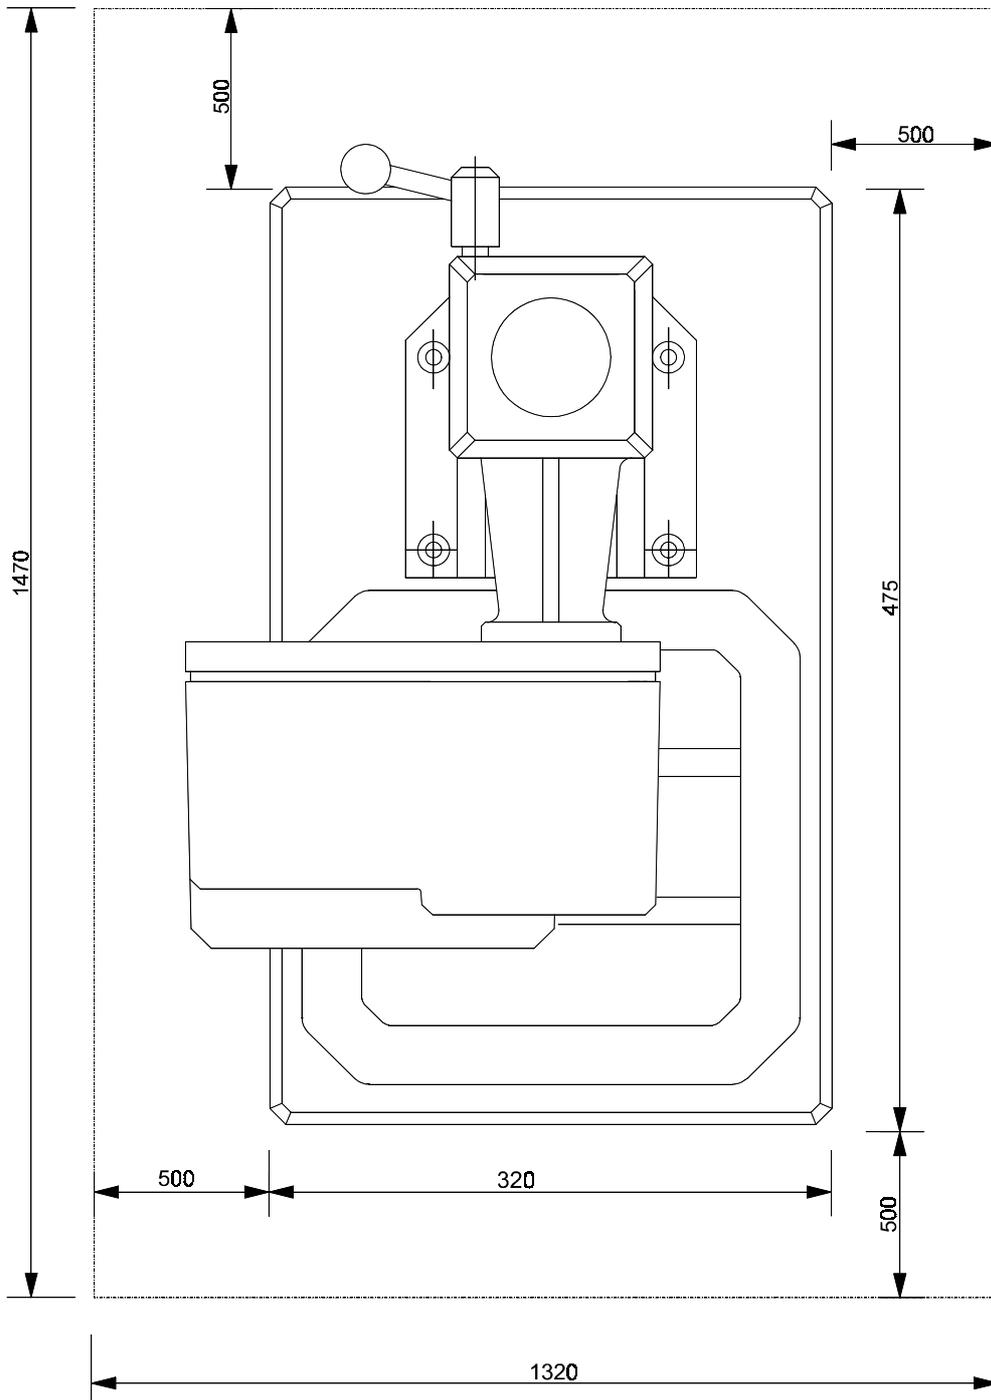
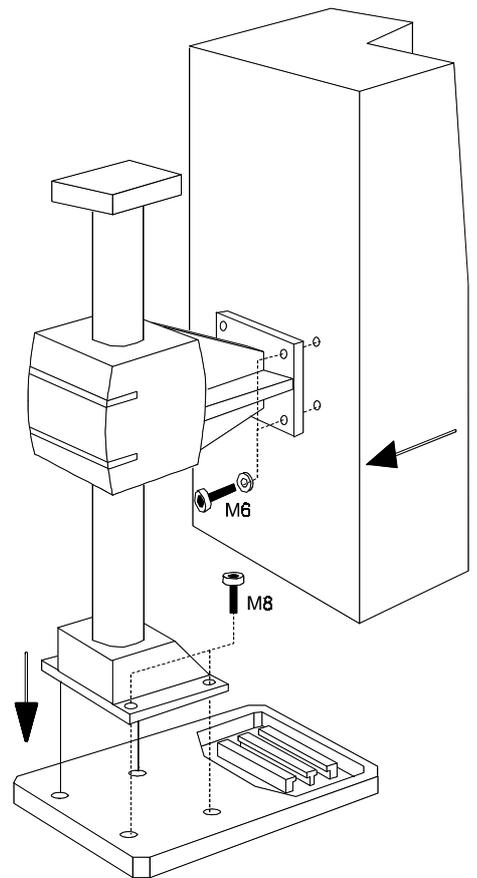

Bild 3-1 Aufstellplan, Flächenbedarf der Maschine (Maße in mm)
Bild 3-2 Einheiten montieren
1. Gesamtflächenbedarf: (Bild 3-1)
2. Grundplatte (Bild 3-2) am vorbereiteten Ort so aufstellen, daß die im Bild 3-1 angegebenen Maße eingehalten werden.
3. Säule mit vier Innensechskantschrauben M8 (Bild 3-2) an der Grundplatte festschrauben.
4. Gerätekopf (Bild 3-2) am Halter der Höhenverstellung mit vier Innensechskantschrauben M6 und Unterlegscheiben (Bild 3-2) festschrauben.
5. Verbindungskabel des Startknopfes im Bedienhebel mit der entsprechenden Anschlußdose verbinden (Bild 3-1).